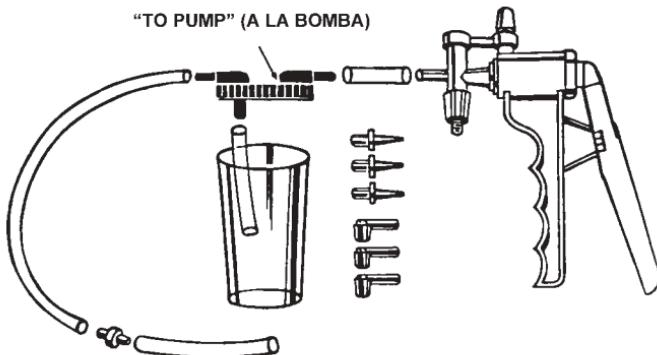

FIGURA 15: Juego de purga del freno
- 3) Introduzca deslizando $1\frac{1}{2}$ " de tubo entre la bomba y la tapa del vaso del depósito, en el orificio marcado 'TO PUMP" (a la bomba) (FIGURA 15).